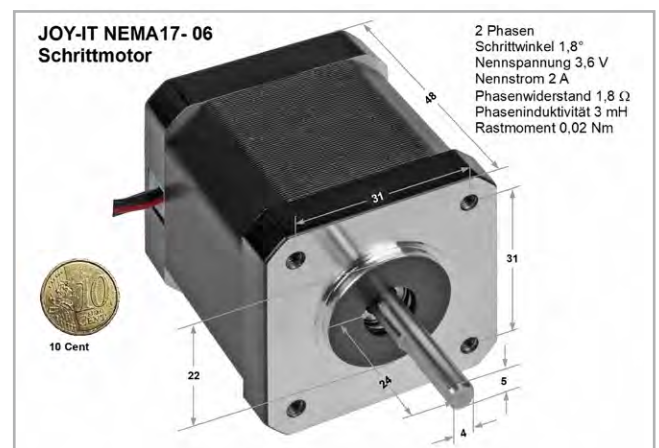

Bild 19: Solche NEMA17-Motoren werden oft in 3D-Druckern oder kleineren numerisch gesteuerten Fräsmaschinen eingesetzt.
**Bild 19** zeigt einen Hybrid-Schrittmotor JOY-IT NEMA17-06 im Vergleich mit einem 10-Cent-Stück. Die vier Befestigungsbohrungen sind mit M3-Gewinden versehen und ca. 5 mm tief.